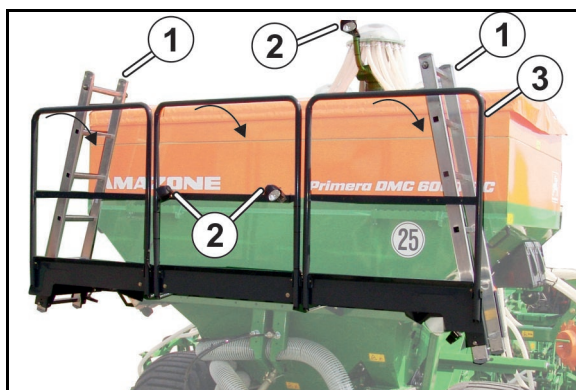

Рис. 60
2. Вытяните палец (Рис. 60/1).